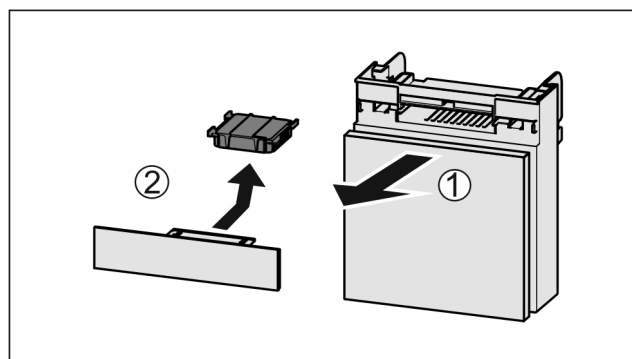

Fig. 140
- Dra ut Fig. 140 (1) lådan framåt.
- Ta ut Fig. 140 (2) aktivtkolfiltret.